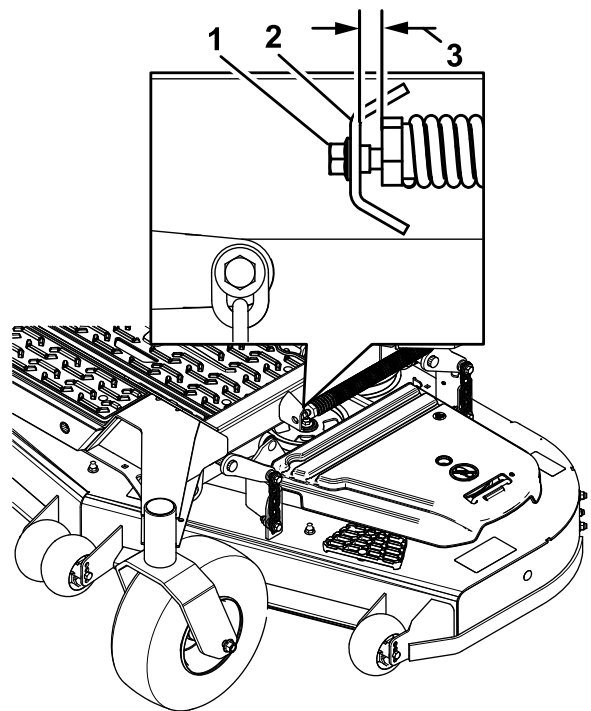

Figure 87
10. Desserrez lentement la vis de réglage sur le ressort d'aide au levage jusqu'à ce que vous puissiez enlever la vis (Figure 87).